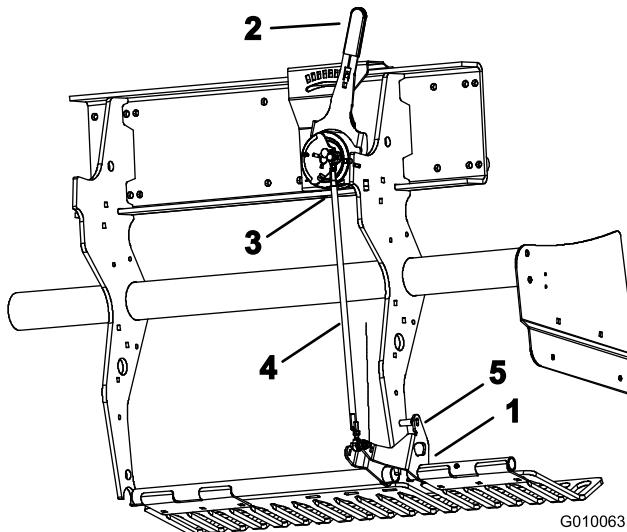

Figura 59
1. Gire el soporte de montaje izquierdo del protector de césped (Figura 59) hacia arriba hasta que pueda introducir un pasador (broca o tornillo de caperuza de 5/16) entre el soporte y el tubo de ajuste de profundidad soldado al bastidor.
2. Mueva la palanca de profundidad de aireación (Figura 59) al ajuste H (mayor profundidad).
3. Desconecte el interruptor de bola externo (Figura 59) del arnés de cables (interruptor de cabezal bajado).
4. Afloje las contratuerzas (izquierda y derecha) del tirante de ajuste de profundidad (Figura 59).